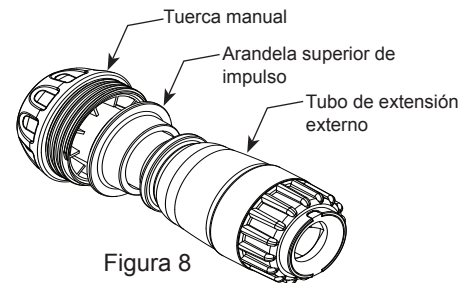

Figura 8
3. Enrosque el tubo de extensión exterior y deslice la arandela de empuje y la tuerca manual sobre el tubo de extensión exterior (véase la Figura 8).